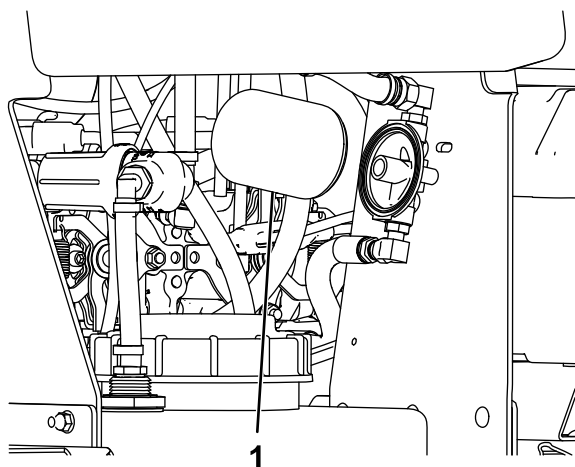

Figura 51
7. Retire el filtro hidráulico (Figura 51).